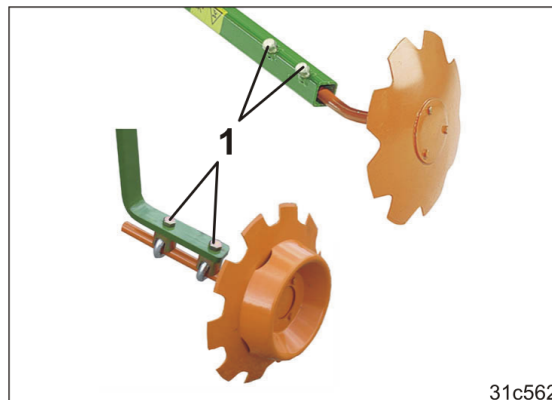

Bild 170
- 4.3 2 Lossa skruvarna (Bild 170/1).
- 4.6 Dra åt skruvarna (Bild 170/1).